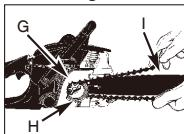

Fig. 3E
8. La kjeden gå rundt tannhjulet (G) bak koblingen (H). Sørg for at linkene passer mellom tannhjulene. (Fig. 3E)
9. Før drivverkslinkene inn i sporet (I) og rundt enden av skinnen. (Fig. 3E)